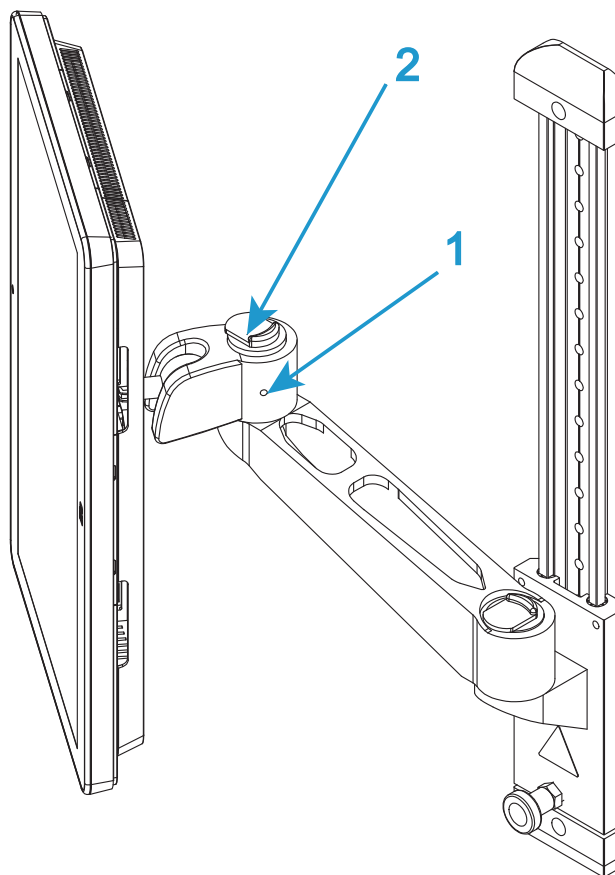
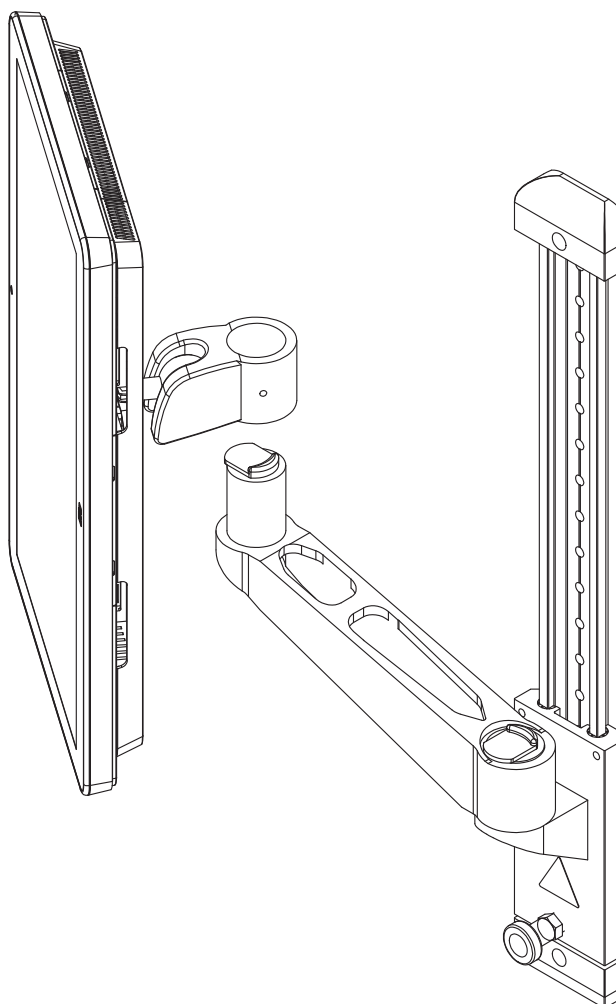

図12. 取り付けアーム
図13. 持ち上げて取り外す
3. 必要に応じて、取り付けアームの「継手部分」の側面にある固定ねじを緩めます（50 ページの図 12 の 1）。
4. 「継手部分」上部のリリース機構（50 ページの図 12 の 2）を操作して Bluehill® オペレータ ダッシュボードを持ち上げ、取り付けアームから外します（51 ページの図 13）。